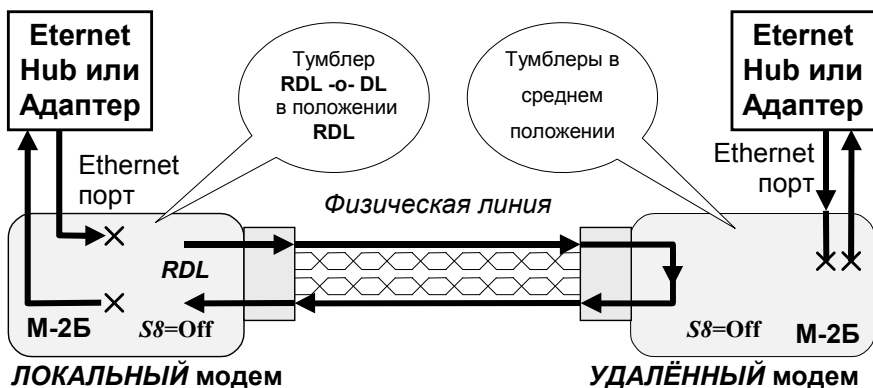

Рис. 9 Проверка Удаленный шлейф (RDL)
Проверка *Удаленный шлейф (RDL)* устанавливает заворот данных (шлейф) на УДАЛЕННОМ модеме в сторону ЛОКАЛЬНОГО модема. Проверка *Удаленный шлейф (Remote Digital Loopback)* обеспечивает возможность проверки канала передачи данных, образованного с помощью двух однотипных модемов. Рис. 9 иллюстрирует принцип проверки *Удаленный шлейф (RDL)* для одного направления. Режим проверки *Удаленный шлейф (RDL)* предназначен для организации автономной проверки канала передачи данных с помощью встроенного анализатора – BER-тестера.
Для нормальной установки режима *Удаленный шлейф (RDL)* необходимо подключить модемы и установить микропереключатели в требуемое положение, а микропереключатель S8 = **Off**. Затем на одном модеме, назовем этот модем ЛОКАЛЬНЫМ, необходимо установить тумблер **RDL-o-DL** в положение **RDL**. На другом модеме, см.Рис. 9, назовем его УДАЛЕННЫМ, тумблеры должны находиться в среднем положении (рабочий режим).
1. ЛОКАЛЬНЫЙ модем, отключает Ethernet порт, затем переводит УДАЛЕННЫЙ модем в режим заворота данных в физическую линию, см.Рис. 9.